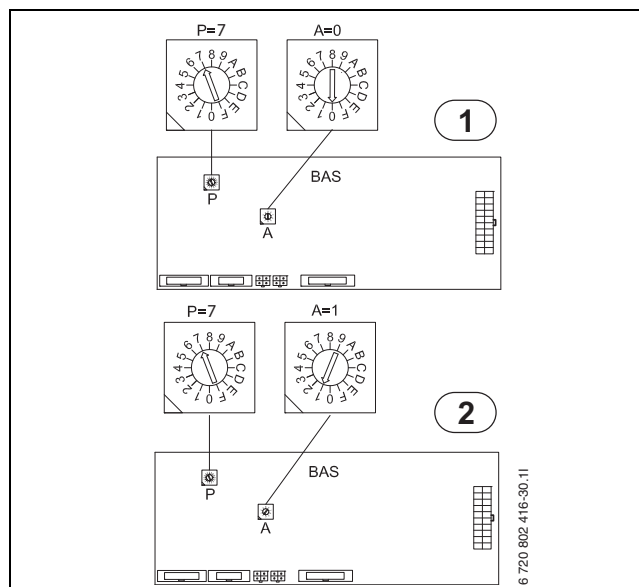

Bild 74 Adressierung von Wärmepumpe 1 und 2 bei Kaskadenschaltung.
6. Die Adressierung der BAS-Karte (Wärmepumpe 2) von A=0 in A=1 ändern (→ Bild 74). Den Terminierungsschalter auf der PEL-Karte (Wärmepumpe 2) in die Position "Term" schalten.